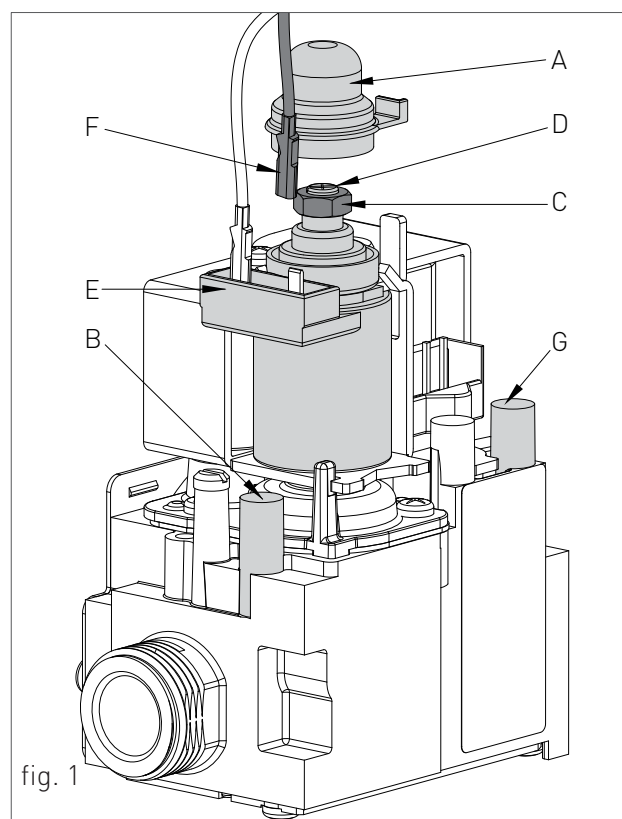

fig. 1
- > Togliere il tappo 'A' (fig.1) dal modulatore e controllare che il dado 'C' (fig.1) sia completamente avvitato.
- > scollegare uno dei due fastom 'F' (fig.1) di alimentazione sul modulatore 'E' (fig.1) e verificare che la pressione
- > in caso contrario, mantenendo bloccato il dado 'C' con una chiave aperta da 10, agire con un cacciavite a taglio sulla vite 'D' (fig.1) ruotandola fino a che il manometro non segni la pressione corretta.
- > ricollegare il fastom di alimentazione sul modulatore 'E' (fig.1);
- > rimontare il tappo 'A' (fig.1) sul modulatore nella posizione originale per il corretto funzionamento.